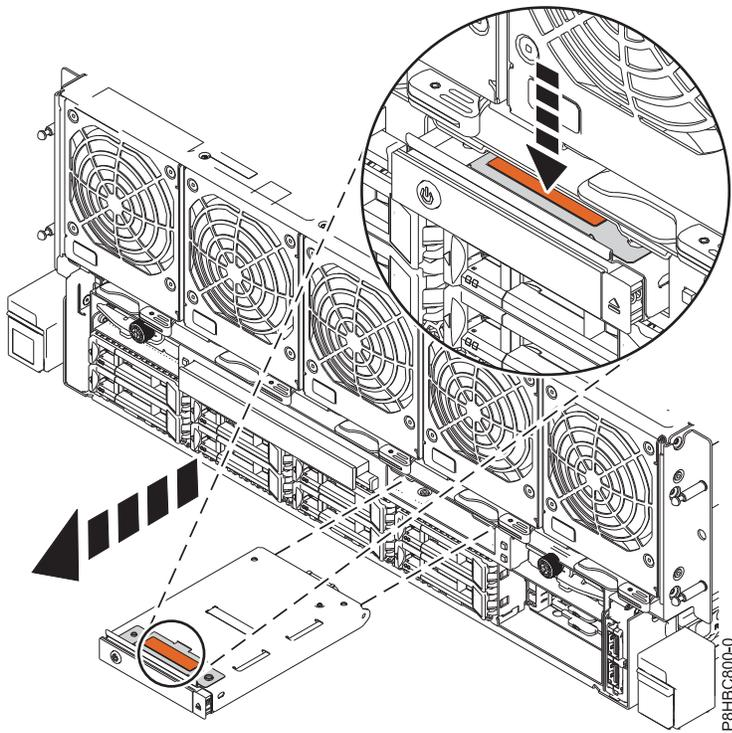

図 3. コントロール・パネルの取り外し
- a. 赤褐色のタブを押してから、コントロール・パネルをスロットからまっすぐにスライドさせて出します。『5 ページの図 3』を参照してください。